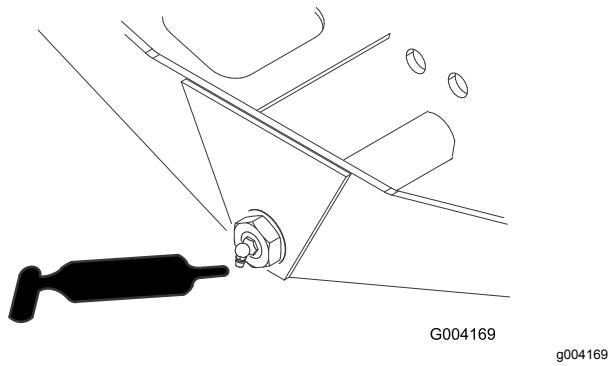

Figure 32
- Pivot de direction d'essieu (1)—Figure 32